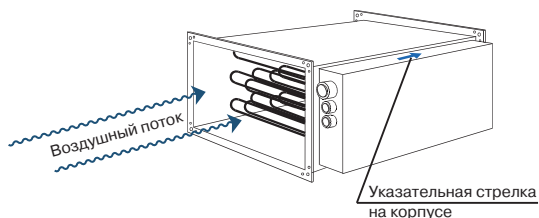

Рис. 1
- Воздушный поток должен быть направлен согласно указательной стрелке на корпусе нагревателя (рис. 1 на странице 425).